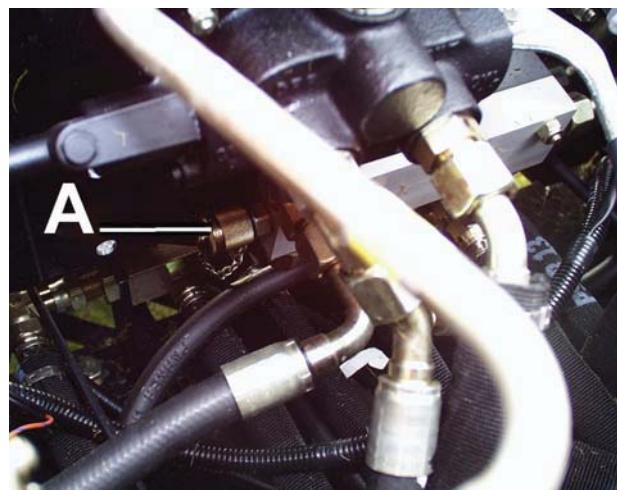

Fig.9
3. Pressão de subida e da direcção assistida: 83 bar. (A(Fig.9)).